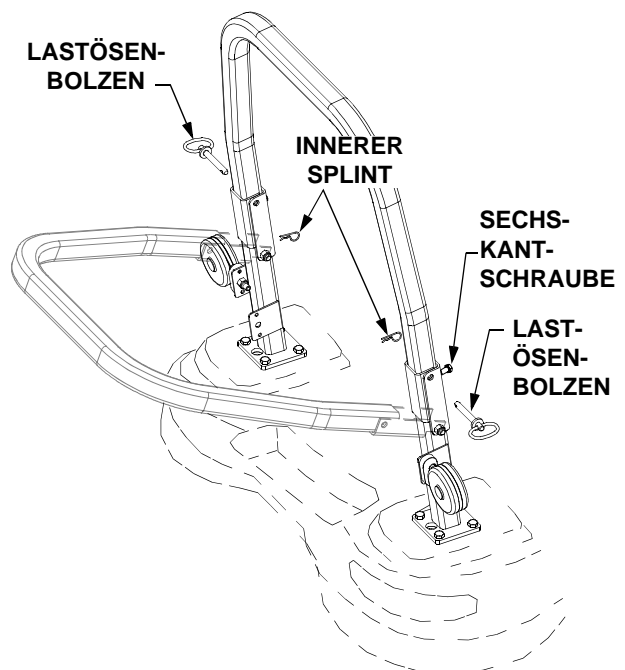

Abbildung 13
- Die zwei Sechskantschrauben an der Vorderseite des ROPS etwas lösen, um den Druck auf den ROPS zu verringern. Siehe Abbildung 13.
- Die zwei inneren Splinte herausziehen, den ROPS abstützen und dann die Lastösenbolzen herausziehen. Siehe Abbildung 13. Den ROPS vorsichtig absenken.